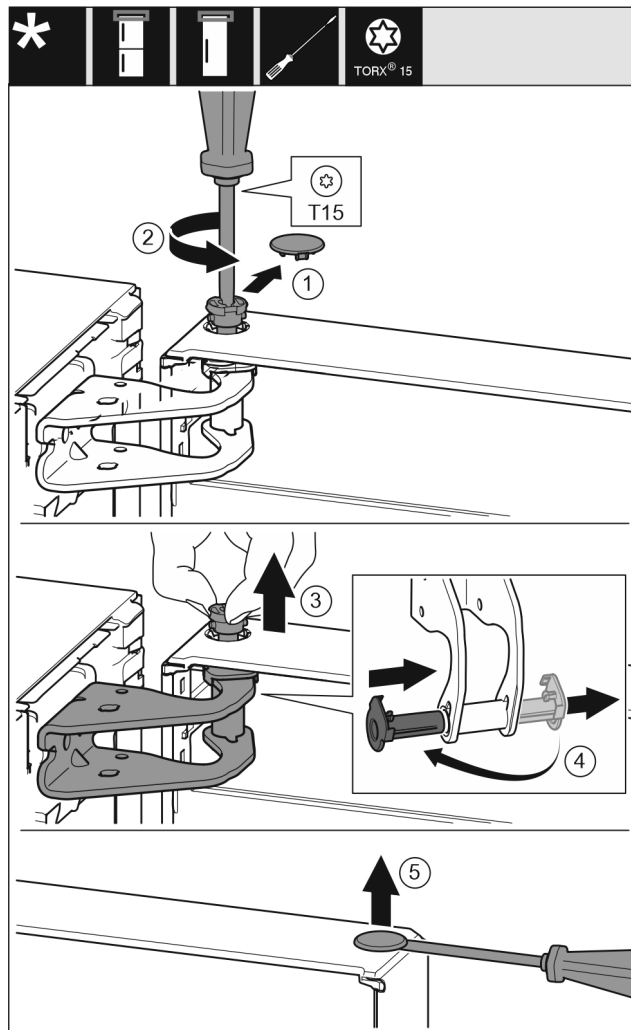

Fig. 13
- ▶ Bezpečnostní kryt opatrně stáhněte. Fig. 13 (1)
- ▶ Šroubovákem T15 o kousek vyšroubujte čep. Fig. 13 (2)
- ▶ Dveře podržte a čep vytáhněte prsty. Fig. 13 (3)
- ▶ Vytáhněte ložiskové pouzdro z vedení. Vložte z druhé strany a zaklapněte. Fig. 13 (4)
- ▶ Plochým šroubovákem opatrně nadzvedněte zátku z ložiskového pouzdra dveří a vytáhněte ji. Fig. 13 (5)